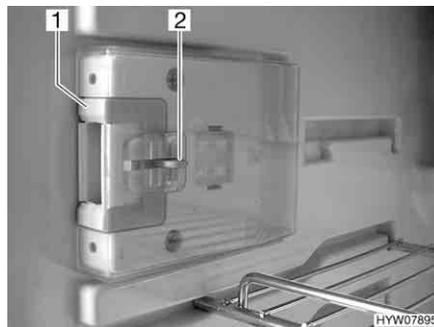
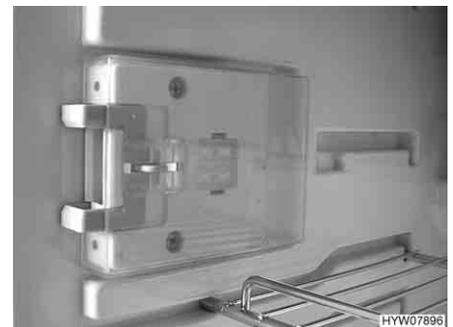

Bild 199 Verschlusseinrichtung in Normalstellung
Bild 200 Verschlusseinrichtung in Lüftungsstellung
■ Die Entriegelung (Bild 199,2) eindrücken.
■ Die Verschlusseinrichtung (Bild 199,1) nach vorn schieben (Bild 200).